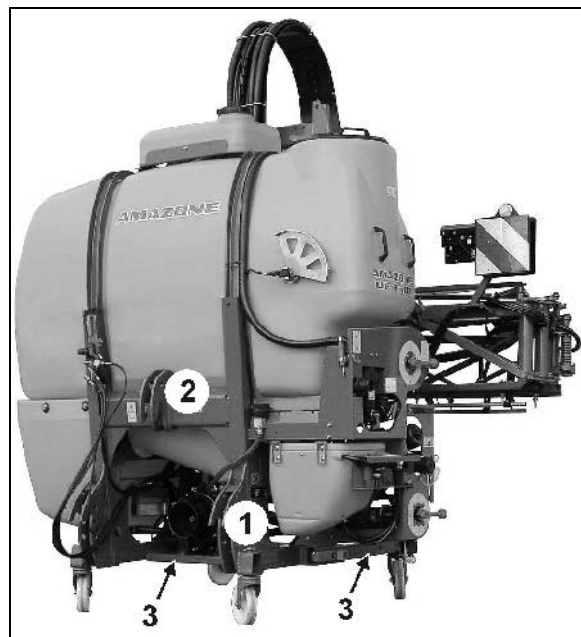

Fig. 78
1. Den liftophængte sprøjte monteres på traktorens bageste trepunktshydraulik. Traktorens liftarme sættes på liftarmeboltene (Kat. II) (Fig. 78/1).
2. Topstangsbolten kat. II (**UF 1501**) (Fig. 78/2) eller kat. III (**UF 1801**) skal afmærkes og sikres.
4. Begge støtteben (Fig. 78/3) trækkes ud og sikres.